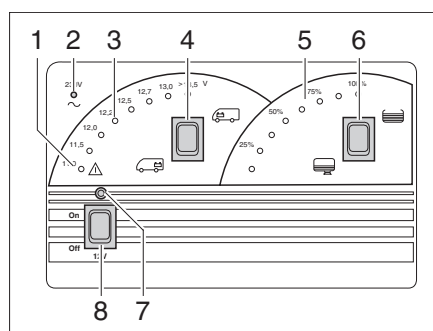

Fig. 73 Pannello di controllo LT 410
I LED dell'indicazione V (Fig. 73,3) indicano la tensione della batteria.
- Premere in alto l'interruttore a bilico (Fig. 73,4) : Viene indicata la tensione della batteria di avviamento.
- Premere l'interruttore a bilico (Fig. 73,4) in basso : Viene indicata la tensione della batteria dell'abitacolo.
Due LED dell'indicazione serbatoio (Fig. 73,5) indicano il livello di riempimento.
- Premere in alto l'interruttore a bilico (Fig. 73,6) : viene indicato il livello del serbatoio dell'acqua.
- Premere l'interruttore a bilico (Fig. 73,6) in basso : viene indicato il livello del serbatoio delle acque grigie.
La spia luminosa rossa ALARM (Fig. 73,1) inizia a lampeggiare non appena la tensione della batteria dell'abitacolo scende al di sotto di 11 V (misurazione durante il normale esercizio) con conseguente rischio che la batteria si scarichi troppo.
L'interruttore principale a 12 V (Fig. 73,8) inserisce o disinserisce il pannello di controllo e l'alimentazione a 12 V dell'abitacolo.
- Premere in alto l'interruttore a bilico (Fig. 73,8) "On": L'alimentazione a 12 V dell'abitacolo è inserita. La spia di controllo (Fig. 73,7) diventa verde.
*Spegnimento:* ■ Premere l'interruttore a bilico (Fig. 73,8) in basso "Off": L'alimentazione a 12 V dell'abitacolo è disinserita. La spia di controllo (Fig. 73,7) si spegne.
La spia di controllo a 12 V (Fig. 73,7) si accende non appena l'interruttore principale a 12 V (Fig. 73,8) viene inserito.
La spia di controllo gialla a 230 V (Fig. 73,2) si accende quando all'ingresso della centralina elettrica è presente una tensione di rete.